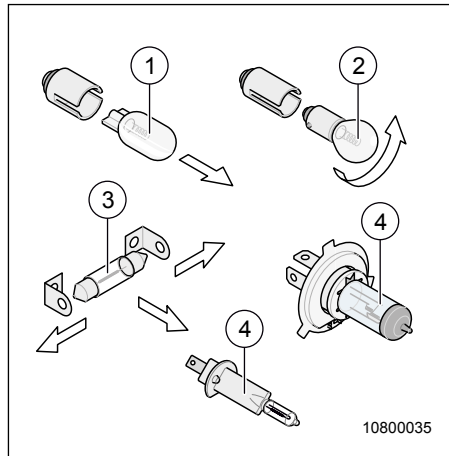
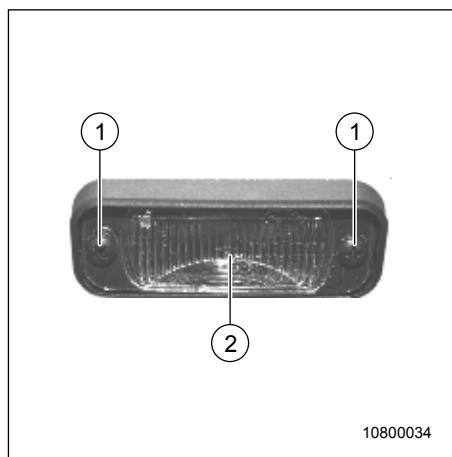

Fig. 120 Vue d'ensemble des types d'ampoules
Fig. 128 Éclairage de la plaque d'immatriculation
1. Dévisser les vis à droite et à gauche (Fig. 128, pos. 1) du cache de l'ampoule (Fig. 128, pos. 2).
2. Enlever le cache (Fig. 128, pos. 2) et remplacer l'ampoule (Fig. 120, pos. 3)